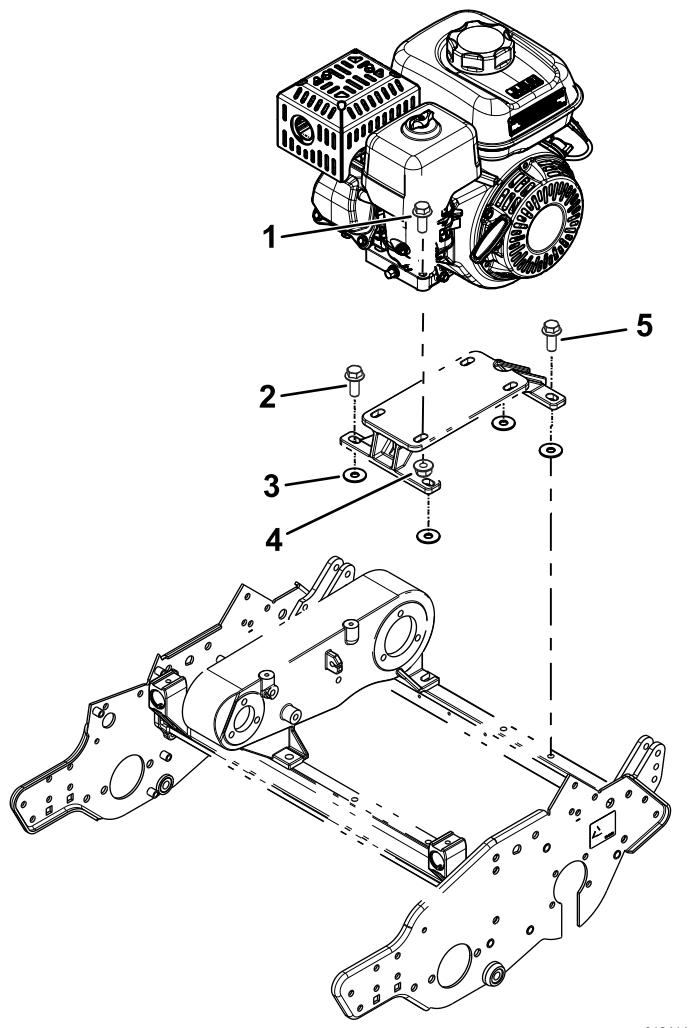

Figura 4
- Instale el soporte de montaje del motor en la máquina con los pernos anteriormente retirados y 4 arandelas (3/8" x 1 1/8"), como se muestra en la Figura 4.
Instale provisionalmente el perno trasero izquierdo del motor (ilustrado en la Figura 4).
- Monte el motor en el soporte de montaje del motor usando los pernos y tuercas que retiró anteriormente (Figura 4).
8. Retire el perno izquierdo trasero de la base del motor (**Figura 4**) y utilice el perno para sujetar la abrazadera en R y el cable del acelerador a la base del motor.
10. Apriete todos los pernos de montaje del motor y del soporte de montaje del motor (**Figura 4**).